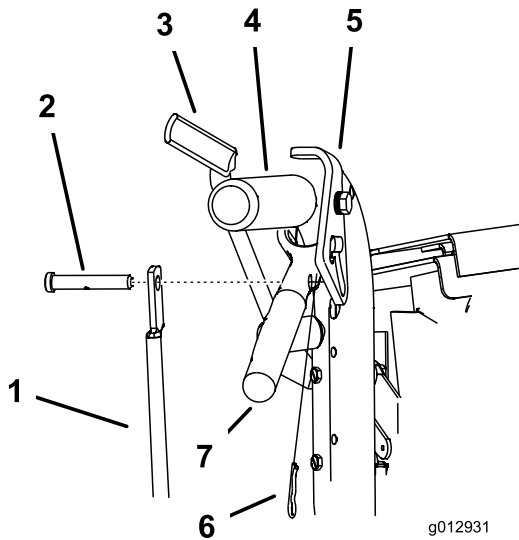

Figura 14
1. Retire los pasadores y los pasadores de seguridad de las palancas de avance y los cierres de bloqueo de punto muerto (Figura 14).
- Ajuste la longitud de la varilla de control girando la varilla de control en el acoplamiento (Figura 14).
- Instale un pasador de horquilla entre las palancas de avance y los cierres de bloqueo de punto muerto e introdúzcalo en los pasadores de seguridad (Figura 14).